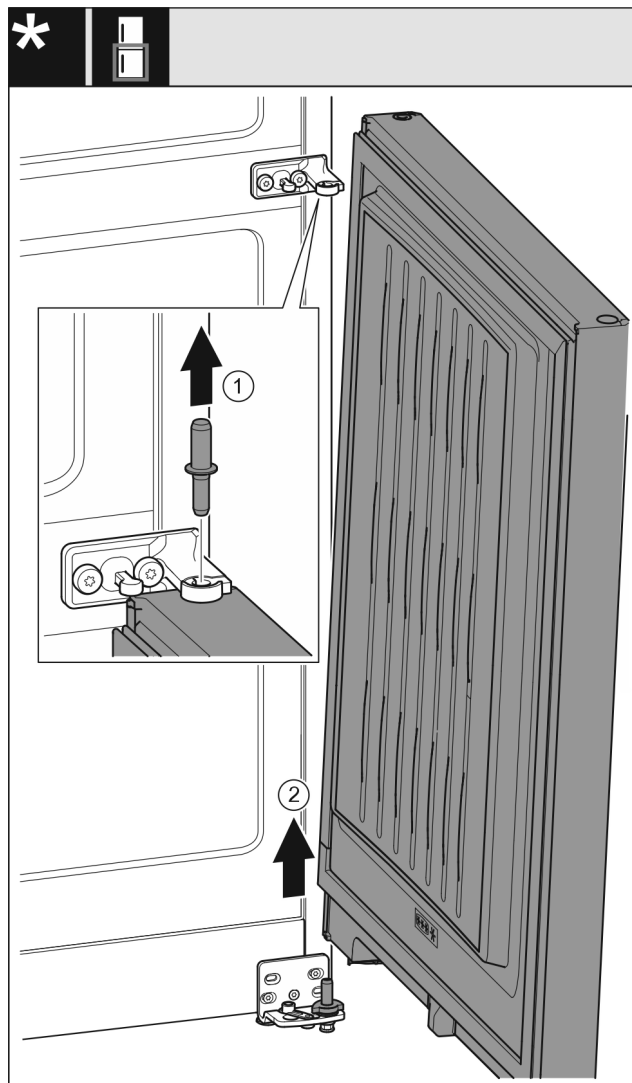

Fig. 8
- Sornike izvlecite v smeri navzgor. Fig. 8 (1)
- Vrata obrnite navzven, jih povlecite navzgor in postavite na stran. Fig. 8 (2)